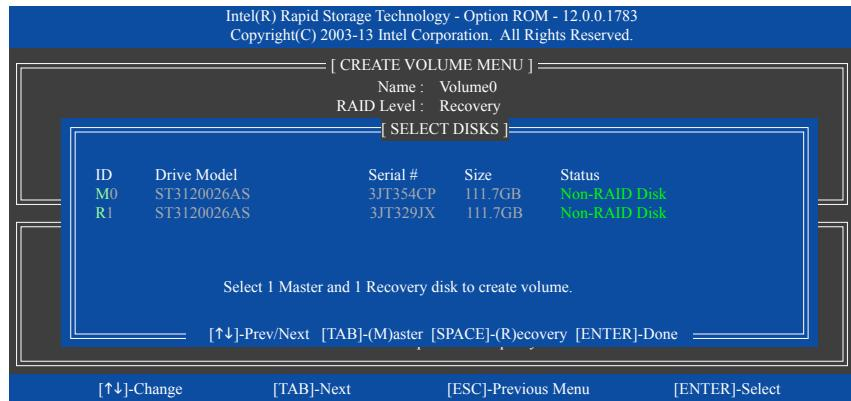

図 17
**Select Disks** アイテムの下で、<Enter>を押します。**SELECT DISKS** ボックスで、マスタードライブに対して使用するハードドライブには<Tab>を押し、リカバリドライブに対して使用するハードドライブには<Space>を押します。(リカバリドライブの容量がマスタードライブの容量より大きいことを確認してください) <Enter>を押して確認します(図 17)。